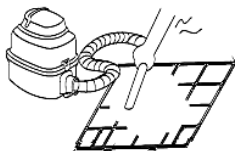
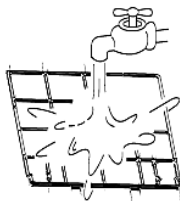

Fig.G3
Fig.G4
4. Il lato d'ingresso dell'aria deve essere rivolto verso l'alto quando si usa l'aspirapolvere (vedi Fig. G3). Il lato d'ingresso dell'aria deve essere rivolto verso il basso quando si usa l'acqua (vedi Fig. G4).